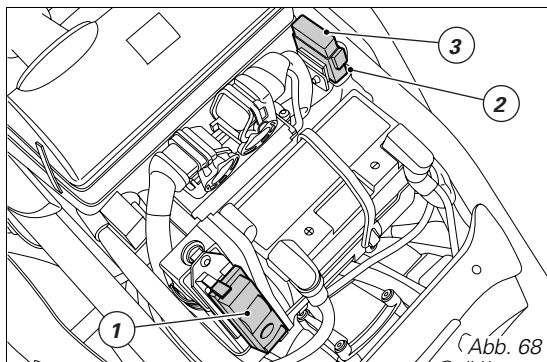

Abb. 68
Der Hauptsicherungskasten (Abb. 68) befindet sich auf der linken Seite der Batterie. Die verwendeten Sicherungen sind nach dem Abnehmen des Schutzdeckels (1), auf dem die Einbauordnung und der jeweilige Wert in Ampere angegeben sind, zugänglich. Nur sechs Sicherungen sind an der Anlage angeschlossen; zwei sind Ersatzsicherungen.